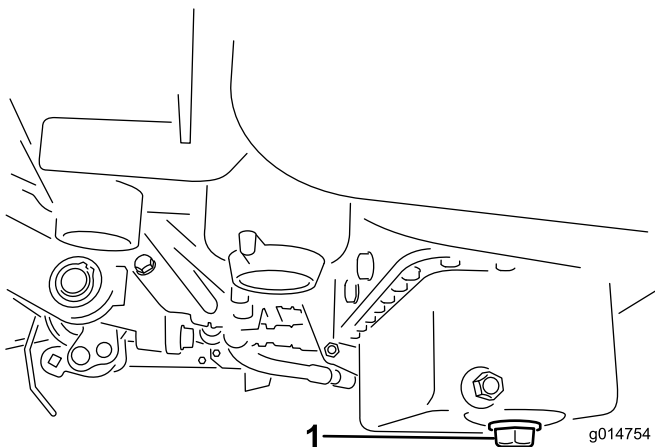

Figura 47
1. Retire el tapón de vaciado y deje fluir el aceite a un recipiente apropiado. Cuando el aceite deje de fluir, coloque el tapón de vaciado (Figura 47).